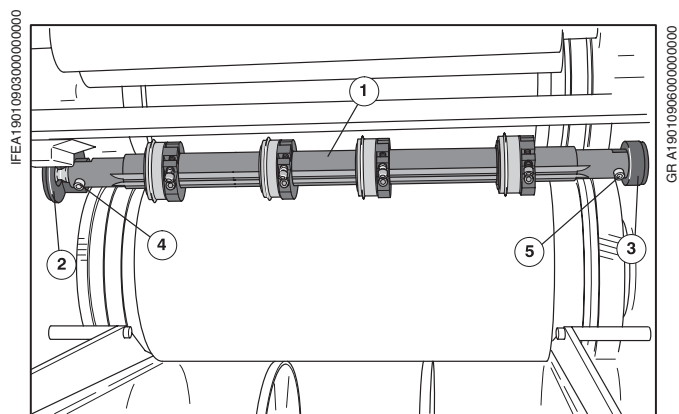

Рис. 7 Установка перфоратора
- ❶ Шарообразный конец вала перфоратора (Рис. 7/❶) под легким давлением пружины ввести в подшипниковую втулку на стороне привода (Рис. 7/❷).
- ❷ Вторую сторону вала перфоратора ввести в подшипниковую втулку на стороне обслуживания (Рис. 7/❸). Под давлением пружины вал перфоратора вставляется в подшипниковую втулку на стороне обслуживания.
- ❸ Вал перфоратора привинтить к подшипниковой втулке на стороне привода (Рис. 7/❹) и на стороне обслуживания (Рис. 7/❺) винтами с внутренними шестигранниками - с каждой стороны по одному.